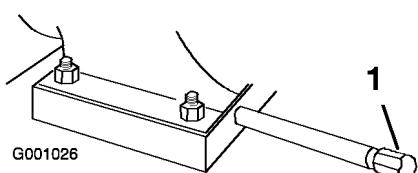

Figure 42
- Nettoyez la surface autour du bouchon de vidange d'huile (Figure 42).